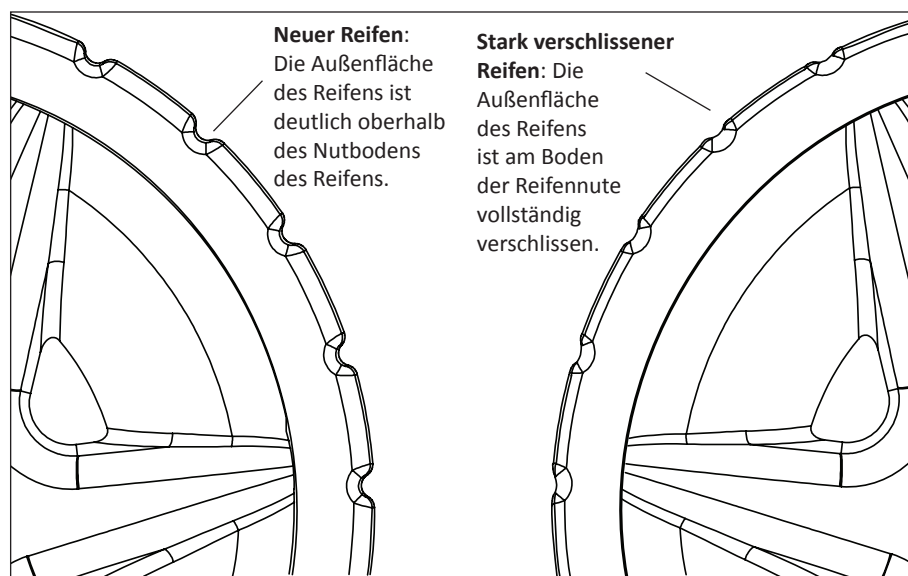

Abbildung 18: Reifenverschleiß - Vergleich
- Die Reifen sind nicht stark verschlissen. Siehe **Abbildung 18** auf der nächsten Seite.
**Nach längerer Verwendung müssen die Gummiräder des selbstansaugenden S5™-Poolreinigers möglicherweise ausgetauscht werden. Wenn die Reifen bis auf die Nute abgerieben sind, müssen die Reifen ausgetauscht werden. Siehe Abbildung 18.**